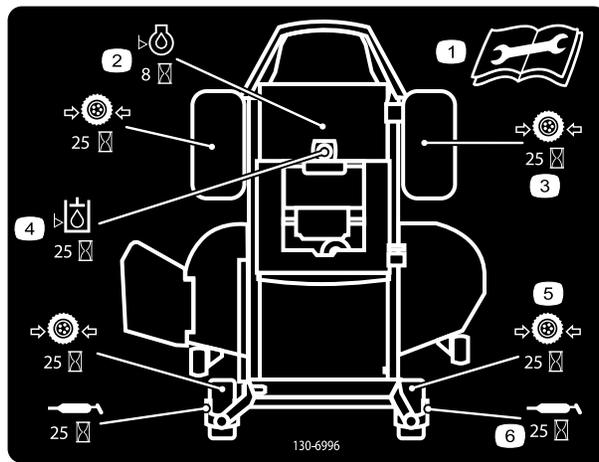

Figure 31
3. Nettoyez les graisseurs (Figure 31 et Figure 32) à l'aide d'un chiffon. Grattez la peinture qui pourrait se trouver sur le devant des graisseurs.
4. Raccordez une pompe à graisse à chaque graisseur (Figure 32 et Figure 31). Injectez de la graisse dans les graisseurs jusqu'à ce qu'elle commence à sortir des roulements.